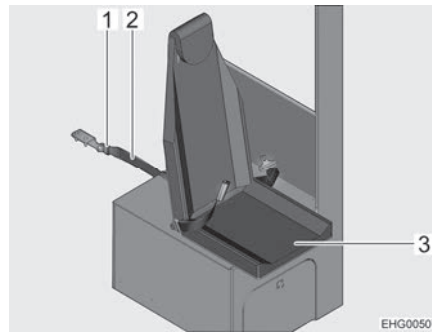

Fig. 21 Sécuriser le siège emboîtable
- Insérer la sangle de sécurité (Fig. 21,2) dans la boucle de fermeture de la ceinture (Fig. 21,1).
- Rabattre l'assise de siège (Fig. 21,3).